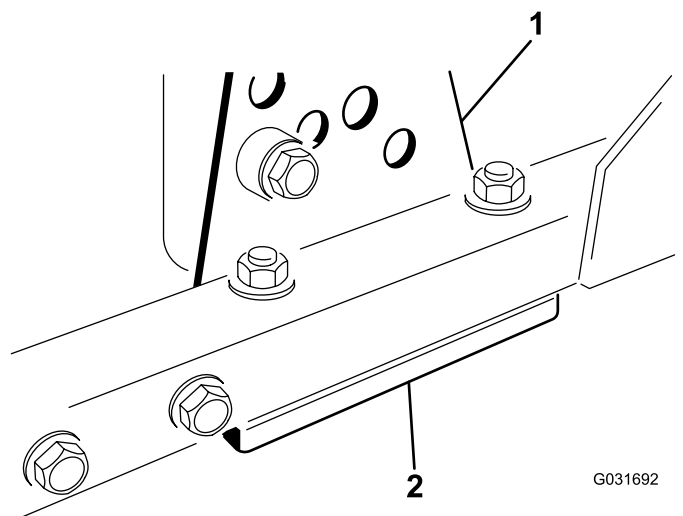

Figura 99
1. Togliete la staffa dell'altezza di taglio (anteriore, sinistra o destra) dal telaio del piatto di taglio (Figura 99).
2. Regolate gli spessori di 1,5 mm e/o 0,7 mm fra il telaio del piatto di taglio e la staffa per ottenere l'impostazione dell'altezza desiderata (Figura 99).